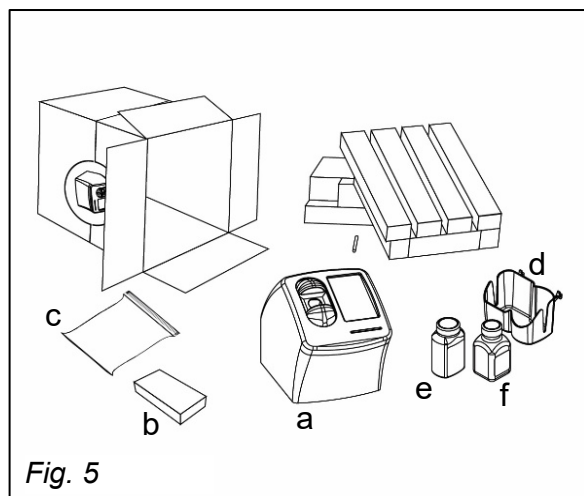

Fig. 5
2.2.4. Rode a caixa para o lado (Fig.5).
2.2.5. Deslize lentamente o instrumento e a espuma circundante para fora da caixa utilizando o tubo castanho existente entre os painéis de espuma (Fig.5).
2.2.6. Remova a Bolsa de Acessórios e reserve (Fig.5).